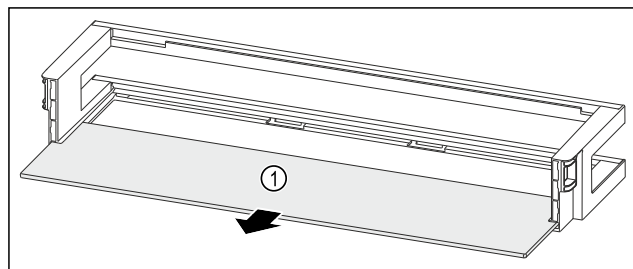

Fig. 257 Rafti i derës me raft mbajtës
- Hiqni raftin mbajtës Fig. 257 (1).